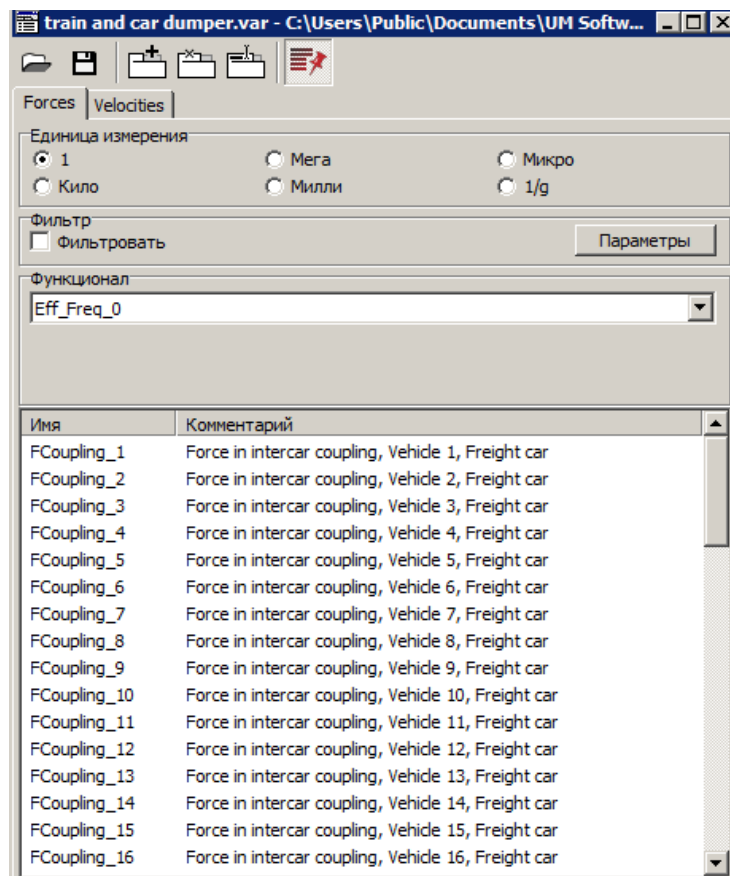

Рис. 4.45. Настройки статистической обработки групп переменных
- настройки статистической обработки групп переменных (единица измерения, параметры фильтра, функционал и т.д. (рис. 4.45). Настройки используются при обработке результатов сканирования (Глава 6, п. "Обработка результатов сканирования").